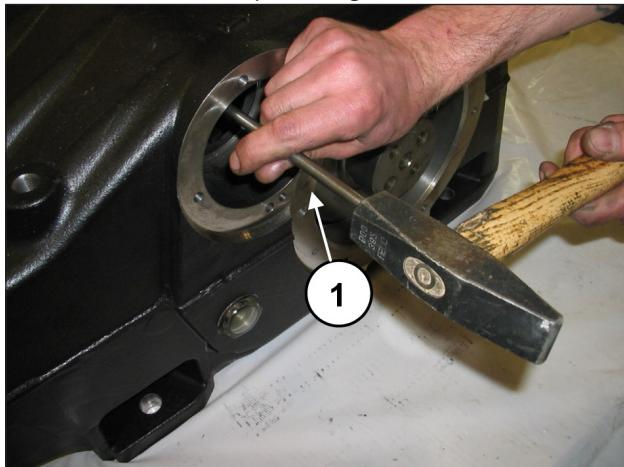
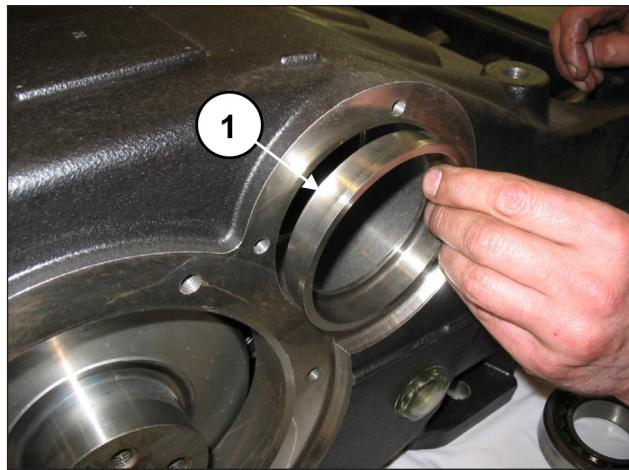
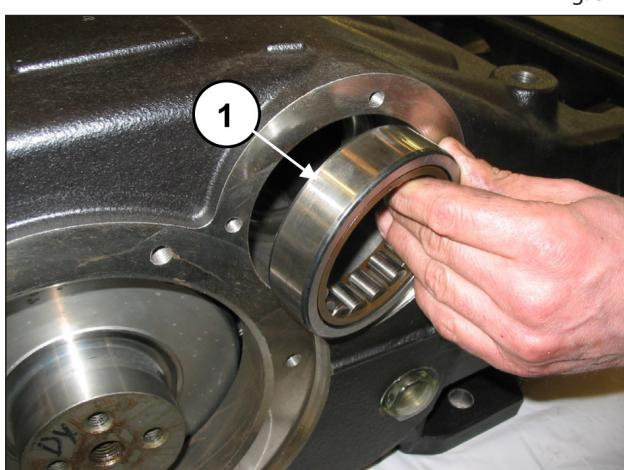

Fig. 34
Fig. 37
Fig. 35
Mediante l'utilizzo di una barra sufficientemente lunga (pos. ①, Fig. 34) e di una massa battente estrarre dal carter pompa gli anelli dei cuscinetti (pos. ①, Fig. 35), il distanziale cuscinetto esterno (pos. ①, Fig. 36) e la bussola di lubrificazione cuscinetti (pos. ①, Fig. 37).